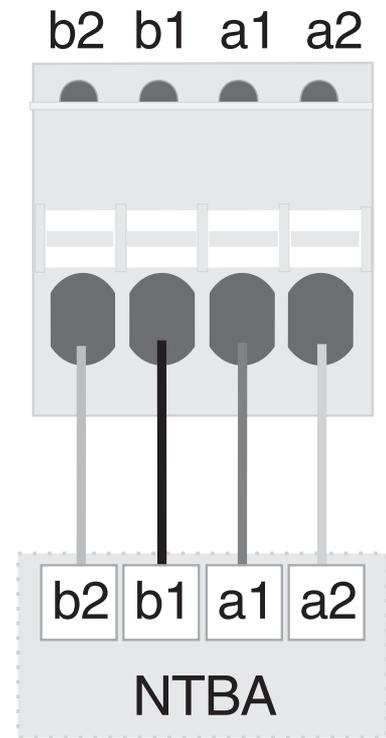

Abb. 25: Direkte Verdrahtung NTBA und Tk-Anlage
3. Variante (Abb. 25): Wenn Sie einen der S_0 -Ports ohne verfügbare Westernbuchse als externen S_0 -Port eingestellt haben, müssen Sie die am *COMmander 4S₀-Modul* verfügbare 4-polige Anschlussklemme des entsprechenden S_0 -Ports verwenden. Verbinden Sie diese mit den Klemmen im NTBA. Die Abschlusswiderstände müssen sowohl im NTBA als auch am entsprechenden S_0 -Port der Tk-Anlage eingeschaltet sein. Hinweise betreffend des zu verwendenden Kabels finden Sie im Kapitel Installation weiterer ISDN-Steckdosen \(S₀-Bus\) auf Seite 20. Die Entfernung zwischen NTBA und Tk-Anlage darf maximal 1000 m betragen.
3. Variante (Abb. 25 auf Seite 22): Wenn Sie einen der S₀-Ports ohne verfügbare Westerbuchse als externen S₀-Port eingestellt haben, müssen Sie die am *COMmander 4S₀-Modul* verfügbare 4-polige